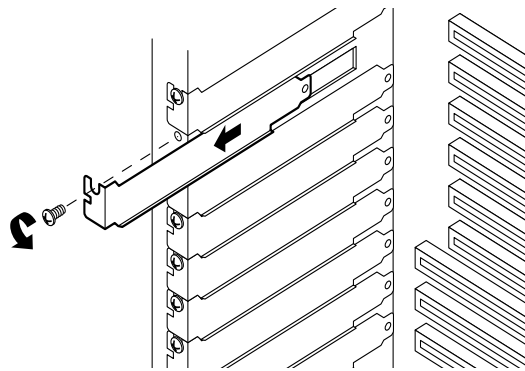

Abbildung 7-9. Abdeckung des Steckplatzes für Erweiterungskarten
Siehe Abbildung 7-9, 7-10 und 7-11.
2. Nehmen Sie die Schraube und die Blende vom Steckplatz für die Erweiterungskarte ab. (Abbildung 7-9)
6. Bringen Sie eine Blende (Abbildung 7-9) über den freien Steckplatz an. Der zugespitzte Fuß der Blende muß in den entsprechenden Schlitz unten im Rahmen des Erweiterungskartensteckplatzes hineinpassen.